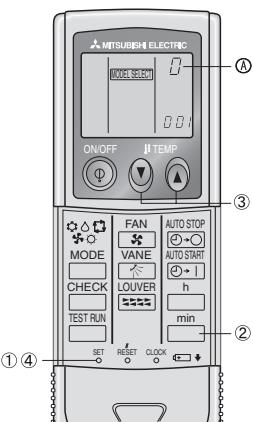

Fig. 6-8
5) Присвоение пульта дистанционного управления отдельным приборам (Fig. 6-8)